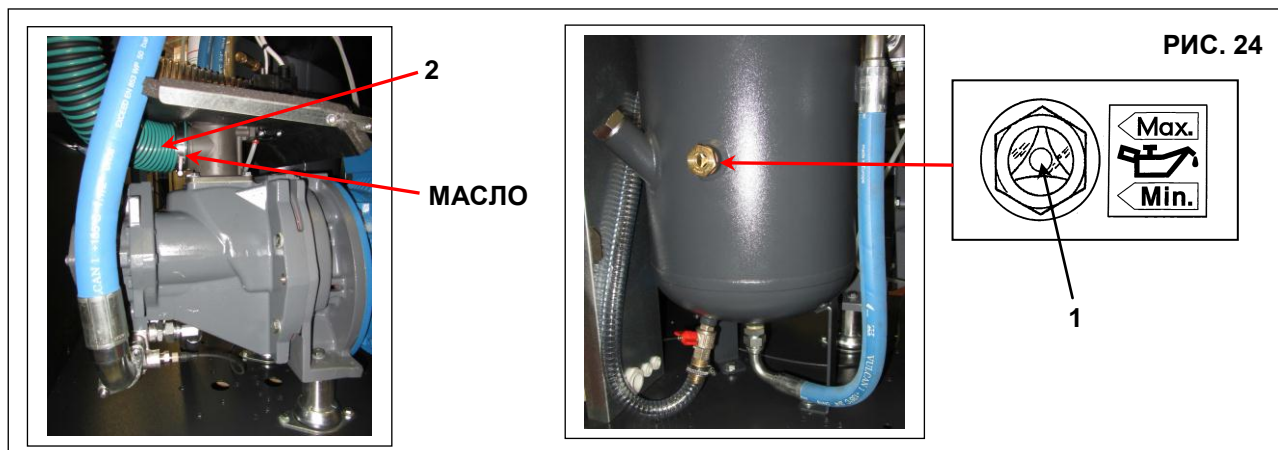

РИС. 24
Проверьте уровень (поз. 1, Рис. 24). При поставке установку заправляют маслом; если же уровень масла недостаточен, добавьте масло того же типа.
- Отсоедините трубопровод (поз. 2, рис. 24), ослабив крепежные винты.
- Вновь установите трубопровод (поз. 2, Рис. 24)